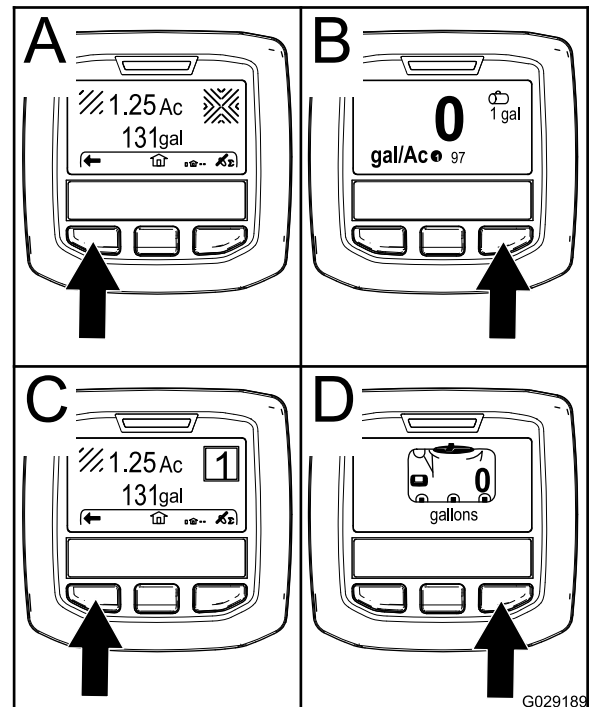

Figura 60
- Botón de selección derecha: **caudal de aplicación** (Figura 60 B)
- Botón de selección izquierda: **subsuperficie fumigada** (Figura 60 C)
- Botón de selección izquierda: **volumen del depósito** (Figura 60 D)
- Botón de selección derecha: **superficie total fumigada** (Figura 60 A)